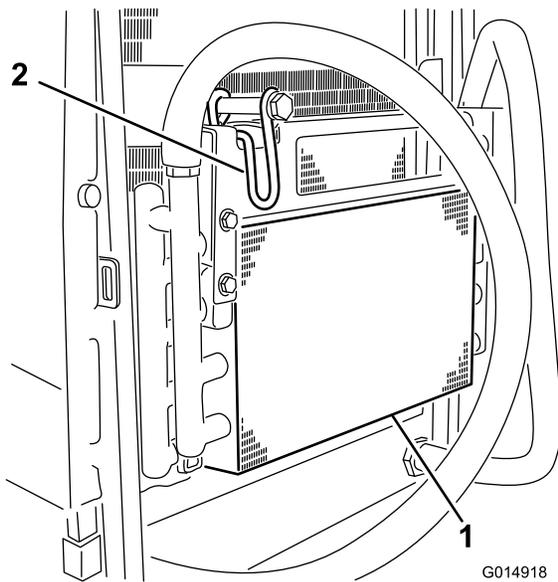

Figura 42
- 6. Gire el cierre hacia dentro para liberar el enfriador de aceite (Figura 42).